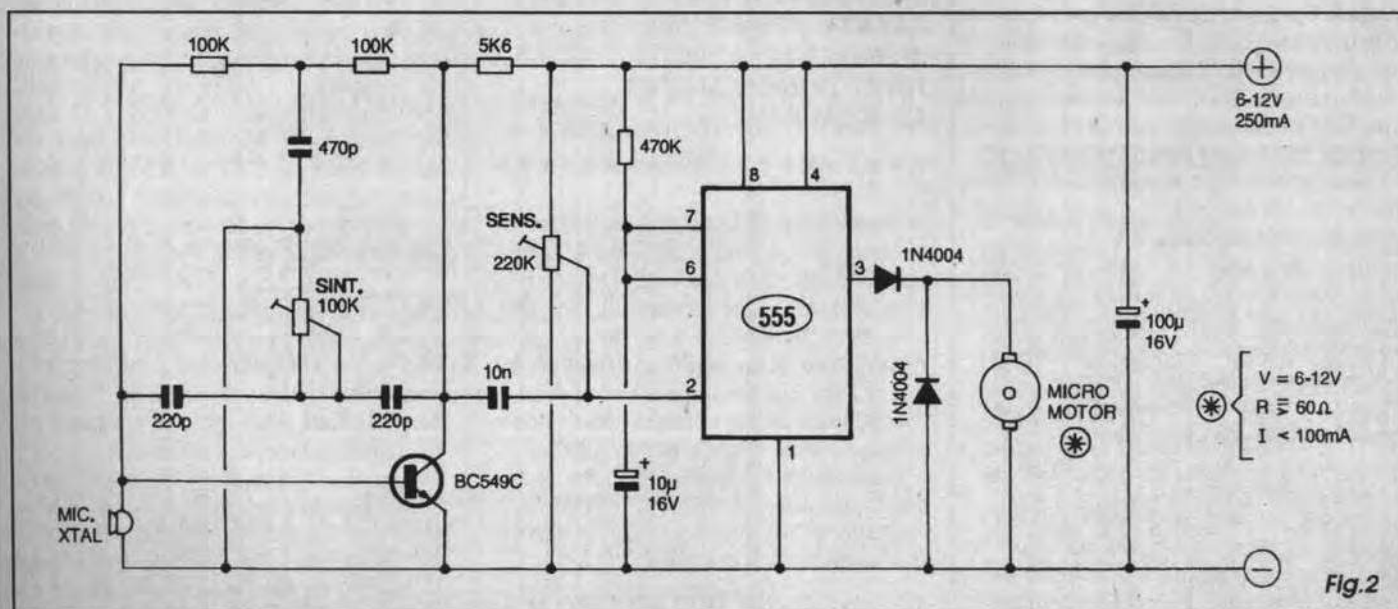

Fig.2
**- FIG. 2 - O CIRCUITO (RECEPTOR) -**